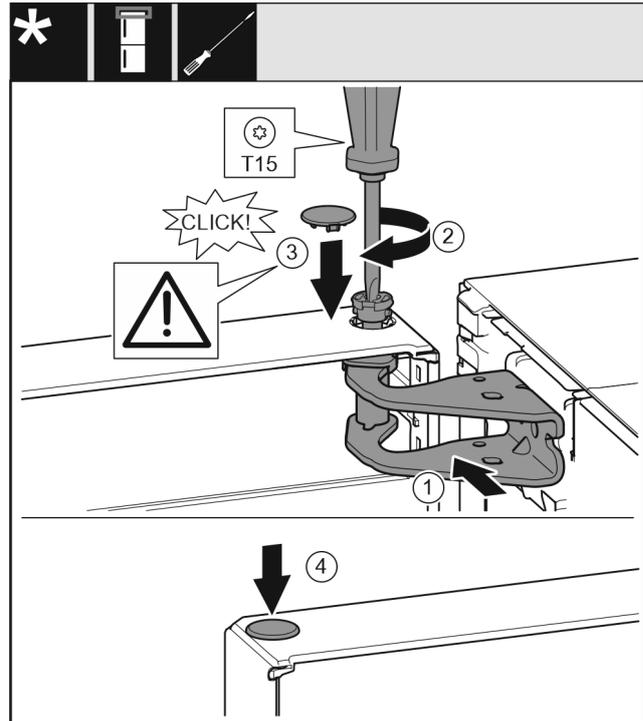

Fig. 18
- ▶ Dvere hore vyrovnajte s otvorom v ložiskovej konzole. Fig. 18 (1)
- ▶ Vložte čap a pevne ho priskrutkujte skrutkovačom T15. Fig. 18 (2)
- ▶ Namontujte poistný kryt pre poistku dverí: nasadte poistný kryt a skontrolujte, či prilieha ku dverám. Inak čap vložte úplne. Fig. 18 (3)
- ▶ Nasadte zátku. Fig. 18 (4)